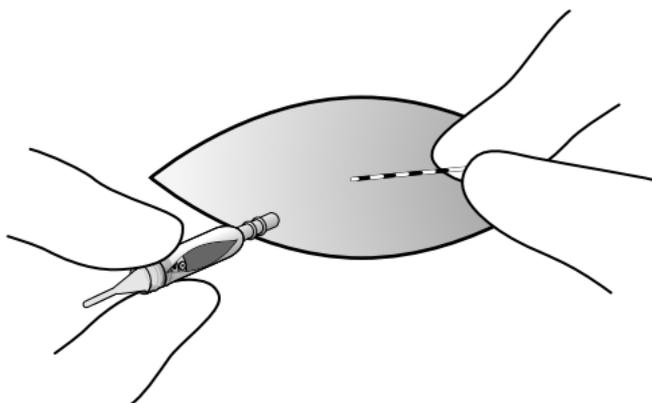

Figura 26. Retire a cobertura do elétrico e a cobertura do conector
8. Retire a cobertura do elétrico e a cobertura do conector através da incisão e elimine-as (Figura 26).